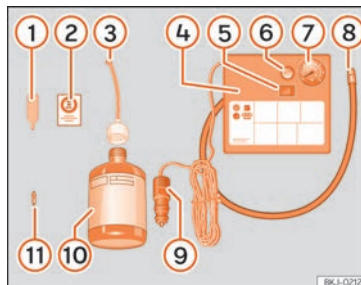

Fig. 40 Representación estándar: contenido del kit antipinchazos.
» **fig. 40:**
- Desenrosque la caperuzza y el obús de la válvula del neumático. Utilice el aparato »» fig. 40 ① para extraer el obús. Colóquelo en una superficie limpia.
- Agite con fuerza la botella de sellante de neumáticos »» fig. 40 ⑩.
- Enrosque el tubo de inflado »» fig. 40 ③ en la botella de sellante. El precinto de la botella se romperá automáticamente.
- Retire el tapón del tubo de llenado »» fig. 40 ③ y enrosque el extremo abierto del tubo en la válvula del neumático.
- Vuelva a colocar el obús con el aparato »» fig. 40 ① en la válvula del neumático.
- Enrosque el tubo de inflado del neumático del compresor »» fig. 40 ⑧ en la válvula del neumático.
- Compruebe que el tornillo de evacuación de aire está cerrado »» fig. 40 ⑥.
- Acople el conector »» fig. 40 ⑨ a toma de corriente de 12 voltios del vehículo »» pág. 169.
- Conecte el compresor de aire con conmutador ON/OFF »» fig. 40 ⑤.
- Pegue el adhesivo »» fig. 40 ② en el cuadro de instrumentos, dentro del campo visual del conductor.
»» fig. 40 ⑤ y compruebe la presión en el manómetro ⑥.